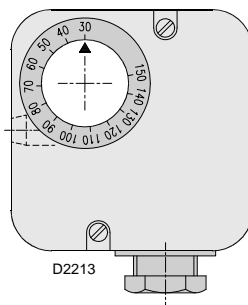

图 20
- 调节蝶阀上的最大燃气压力开关 (图 20) 至量程的终止位置;